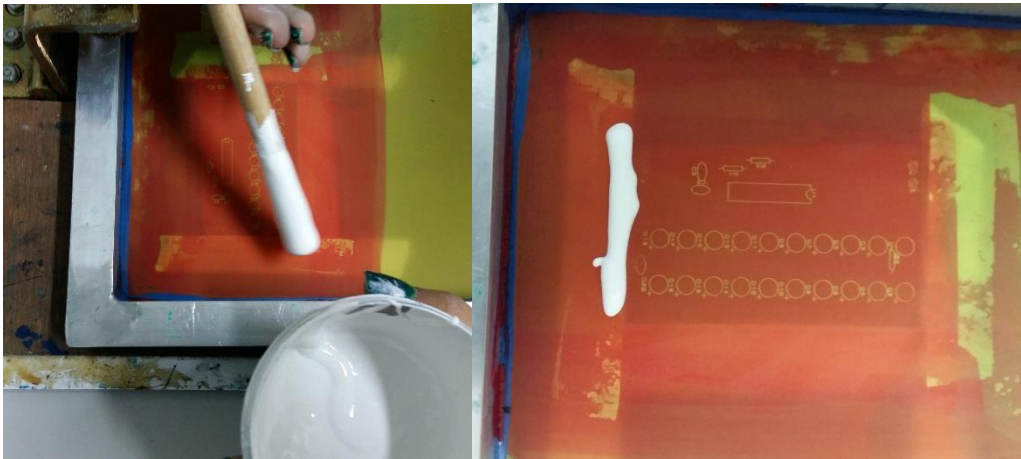

Figura 48. Aplicación de la tinta UV blanca.
- Con una espátula plástica aplique en línea recta un segmento grueso de tinta UV blanca sobre el arte revelado en la tela del bastidor como se visualiza en la figura 48.